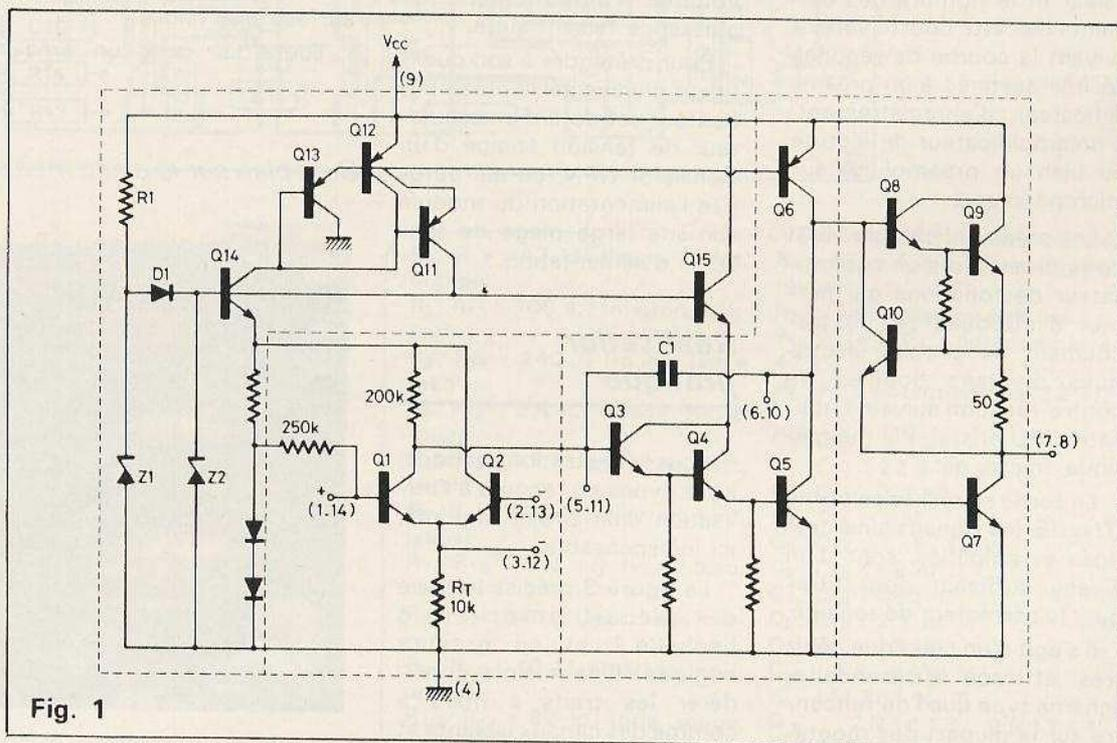

Fig. 1
**Fig. 1. - Synoptique général. Le pont de Sauty est utilisé et des détecteurs à LED remplacent le traditionnel galvanomètre. Principe d'évaluation de la fuite d'un condensateur.**
La **figure 1** présente la structure interne du LM381, pour une section amplificatrice. Des lors, on comprend l'avantage de disposer de tels circuits pour réaliser, le plus simplement possible un
Sur la figure 1, l'oscillateur HF attaque directement le compteur, lequel est relié à une mémoire. Celle-ci ne recopie l'état de ses entrées que lorsqu'on envoie une impulsion positive sur les entrées transferts. Ces impulsions sont fournies par un oscillateur TBF relié à un monostable pour avoir une impulsion positive aussi courte que possible.
Fig. 1 et 2. Nous avons eu l'occasion de publier plusieurs schémas de carillon électronique, mais pas un modèle de ce type. En effet l'originalité du montage repose sur un mode de fonctionnement aléatoire. L'ensemble se construit autour de classiques circuits TTL.